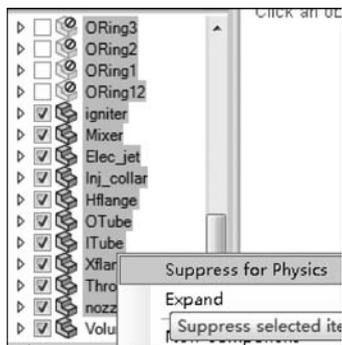

图 3.108 压缩固体
(3) 在模型树中, 选中除 Volume 外的其他全部实体, 右击并选择 Suppress for Physics 将固体模型压缩, 再单击选中 Hide, 隐藏全部固体, 如图 3.108 所示。